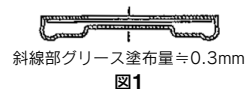
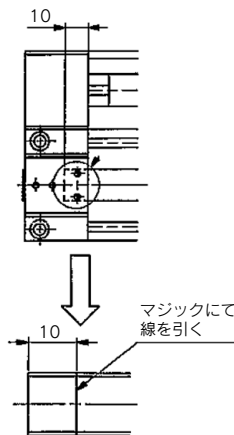

図1
図2
- 交換用ダストシールバンドは、ステンレス表面についているマスキングテープ(黒色)をはがし、あらかじめ図2の追加工を施したうえ、^{注1)}図1のとおり全体にグリースを塗布します。
^{注1)}図1のように、グリースを均一に塗布してください。なお、グリースはリチウム石鹸系万能グリースをご使用ください。
^{注4)}ダストシールバンドに図2の追加工内のマジックがヘッドカバー Ass'y内にかくれていることを確認してください。